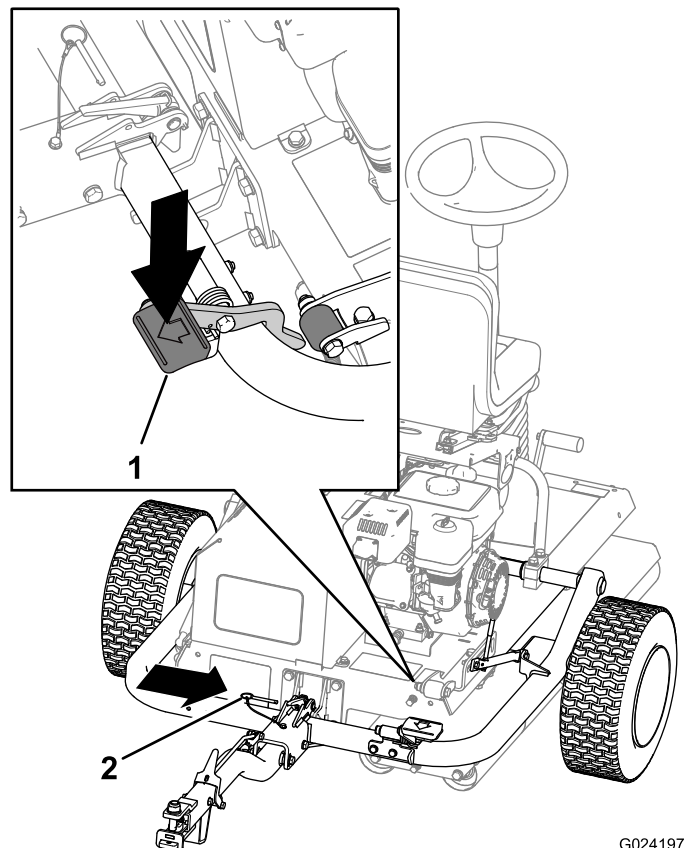

Figura 26
- C. Pise el pedal de cierre de la barra de tracción hasta que la barra de tracción se bloquee en su sitio (Figura 26).
- D. Introduzca el pasador de bloqueo (Figura 26).